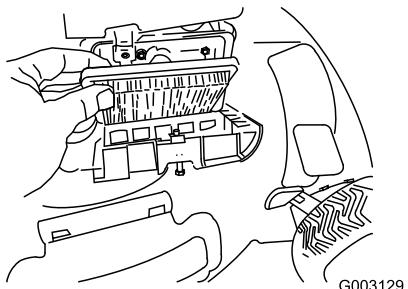

Figura 35
- Sostituite il filtro dell'aria (Figura 35).